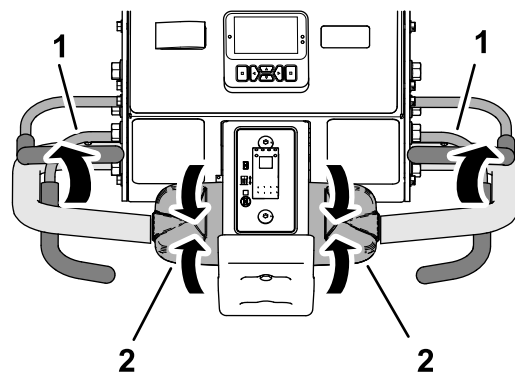

Figura 91
- Suelte el control de tracción, deje que se mueva hasta la posición de PUNTO MUERTO y suelte la barra de presencia del operador (Figura 91).